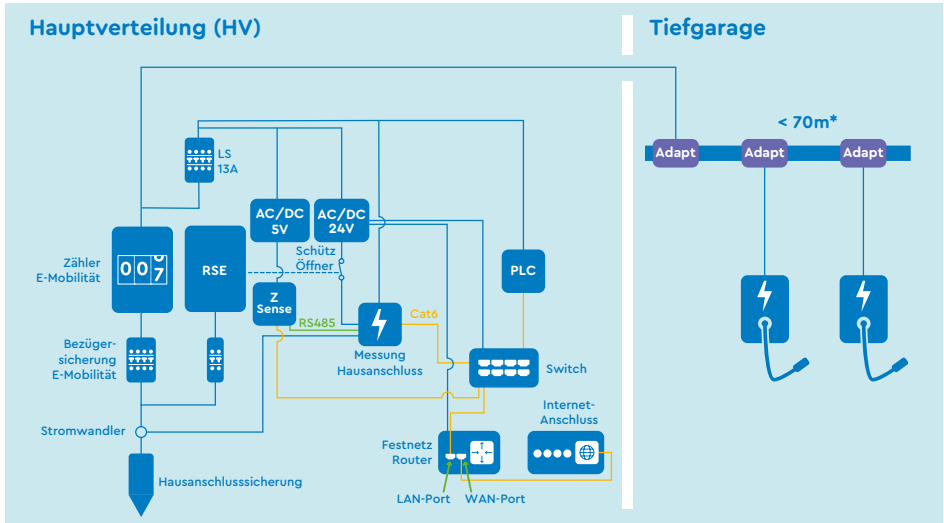

Abbildung 17: Prinzipschema Anbindung mit Festnetzanschluss
Abbildung 17 zeigt eine readyhome+ Installation, welche per Festnetz an die Cloud angebunden wird.
**In der Hauptverteilung installierte PLC-Router müssen sich im gleichen Stromkreis wie das Flachbandkabel der readyhome+ L Installation befinden (siehe Abbildung 17).**